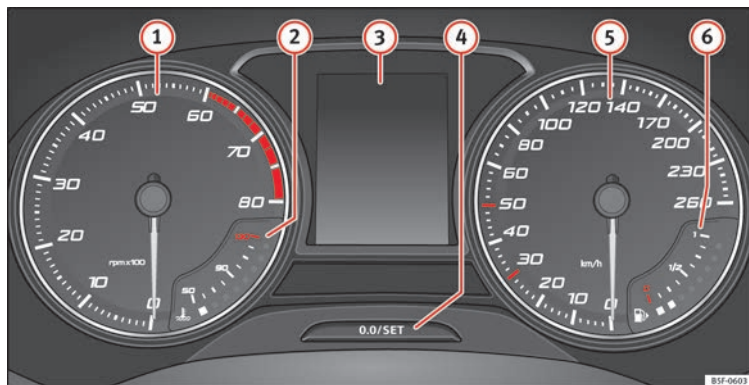

Abb. 110 Display des Kombi-Instruments in der Instrumententafel.
» **Abb. 110:**
Die Nadel des Drehzahlmessers **①** **» Abb. 110** darf den roten Bereich nur für einen kurzen Moment erreichen, andernfalls besteht die Gefahr eines Motorschadens.
Der Drehzahlmesser zeigt die Motordrehzahl pro Minute an **» Abb. 110 ①.**
Beim Einschalten der Zündung können im Display des Kombiinstrumentes **» Abb. 110 ③** je nach Fahrzeugausstattung verschiedene Informationen angezeigt werden:
- Drücken Sie kurz die Taste **» Abb. 110 ④**, um den Tageskilometerzähler auf 0 zurück zu setzen.
- Zum Einstellen der Uhrzeit die Taste **» Abb. 110 4** länger als 3 Sekunden gedrückt halten, um die Anzeige für Stunden oder Minuten auszuwählen.
Die Taste **» Abb. 110 4** länger als 15 Sekunden gedrückt halten, um die Motorkennbuchstaben (MKB) des Fahrzeugs anzuzeigen. Dazu muss die Zündung ein- und der Motor ausgeschaltet sein.
Die Kühlmitteltemperaturanzeige **②** » **Abb. 110** arbeitet nur bei eingeschalteter Zündung. Um Motorschäden zu vermeiden, beachten Sie bitte die folgenden Hinweise zu den Temperaturbereichen.